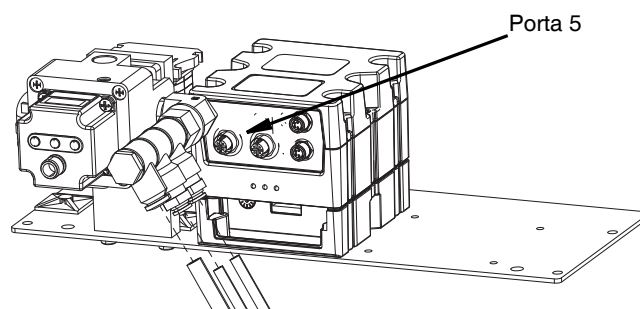

FIG. 9
4. Desligue o conector da porta 5 no FCM 1. Consulte a FIG. 9.